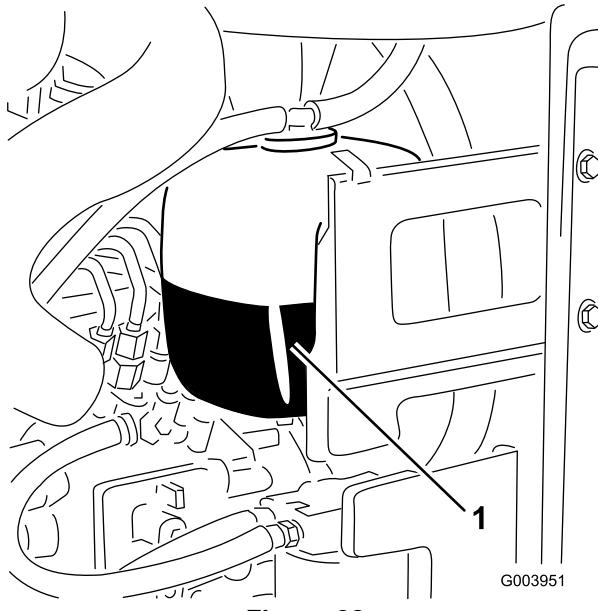

Figura 32
- Compruebe el nivel de refrigerante en el depósito de expansión (Figura 32).